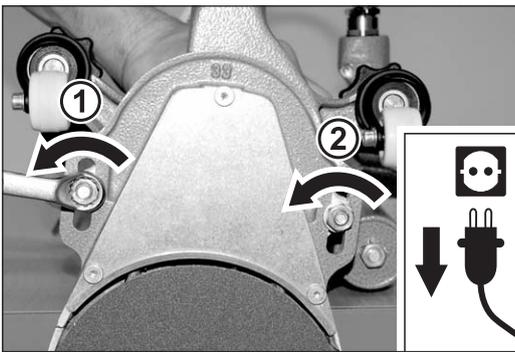

Abb. 46 Die beiden Muttern, mit denen der Vorsatz befestigt ist, mit dem Ringschlüssel lösen (1 + 2).
- 3 Lösen Sie mit dem Ringschlüssel aus der Werkzeugtasche die beiden Muttern, die den Vorsatz am Ventilatorgehäuse befestigen (Abb. 46, 1 + 2).
- 3 Lösen Sie mit dem Ringschlüssel aus der Werkzeugtasche die beiden Muttern, die den Vorsatz am Ventilatorgehäuse befestigen (Abb. 46, 1 + 2). Nehmen Sie die Muttern und die Scheiben ab.